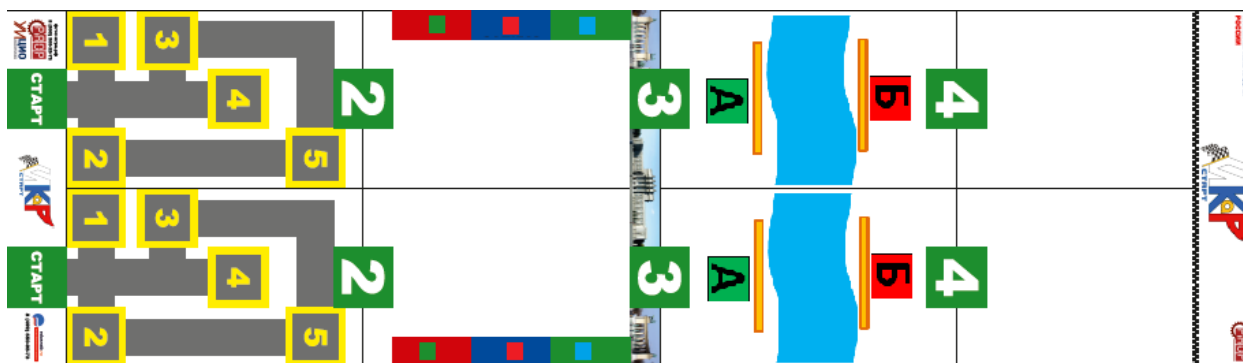

Рис.1.
8.1. Соревновательное поле (трасса) «ИКаР-СТАРТ» сезона 2018/2019 имеет размеры 1200х4200мм. Данное поле (трасса) включает в себя 4 этапа соревнований (рис.1.).